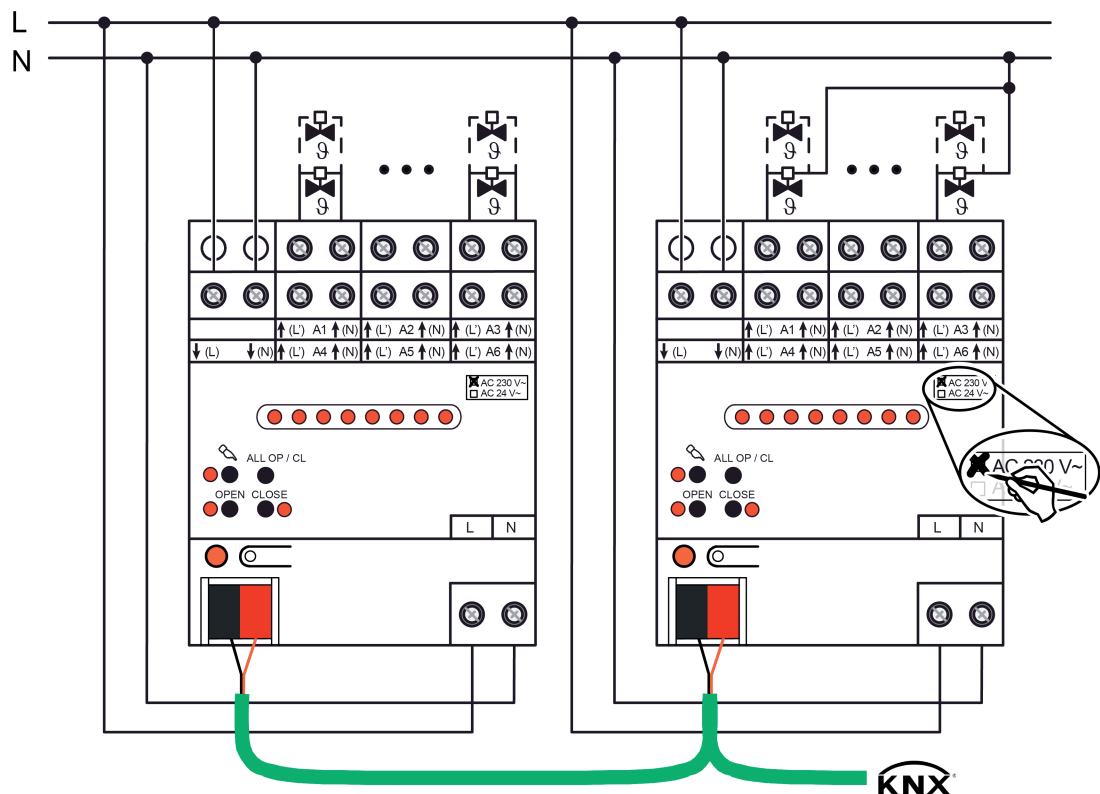

Bild 2: Anschluss für Stellantriebe AC 230 V (Anschlussbeispiele)
- Stellantriebe AC 230 V gemäß Anschlussplan (Bild 2) anschließen. Die Neutralleiter der Stellantriebe können entweder jeweils direkt mit den N-Klemmen der Ausgänge des Heizungsaktors (Anschlussbeispiel links) oder alternativ gemeinsam mit einem geeigneten N-Potenzial (z. B. N-Leiterklemme im Verteiler) verbunden werden (Anschlussbeispiel rechts). Es ist nicht unbedingt erforderlich, die Neutralleiter der Stellantriebe unmittelbar an den Aktor anzuschließen.
- Versorgung (Netzspannung AC 230 V) für Stellantriebe an Klemmen ↓(L) und ↓(N) (1) anschließen.
- Netzspannung an Klemmen L N (5) anschließen.